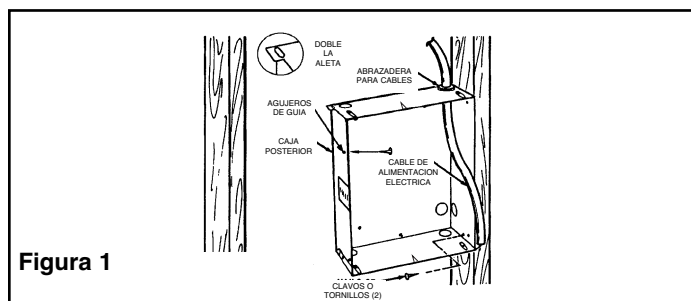

Figura 1
1. Determine cuál de los lados de la caja posterior va a montarse contra un travesaño, y doble las aletas de los ángulos posteriores 90° hacia afuera, de manera que la caja se ajuste al travesaño después de la instalación. (Vea la figura 1).
3. Posicione la caja posterior contra un lado del travesaño, y asegúrela mediante clavos o tornillos, como se muestra en la Figura 1.
NOTA: en los lados de la caja posterior se han provisto agujeros de guía para tornillos para chapa N° 8. Después de haber terminado la pared o el cielorraso, inserte un tornillo para chapa M4 (N° 8) (longitud recomendada: 25 mm / 1") a través del lado de la caja que no está montado en el travesaño. Esto impedirá que la caja salga hacia afuera cuando se instale el conjunto del calefactor. (Vea la Figura 1).